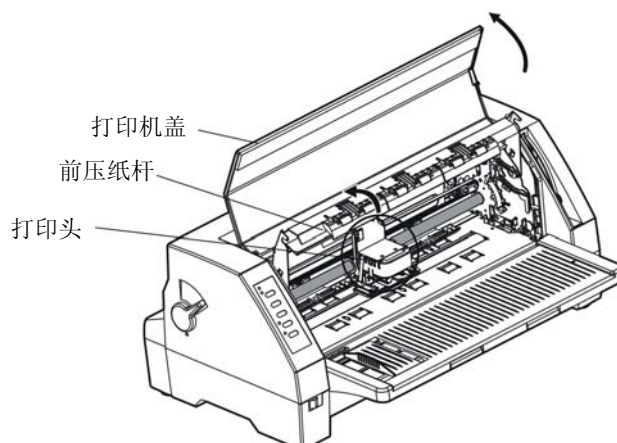

图 2-6 打开打印机盖
3. 向外拉起前压纸杆，将其置于打印机前上方（如图 2-6 所示）。